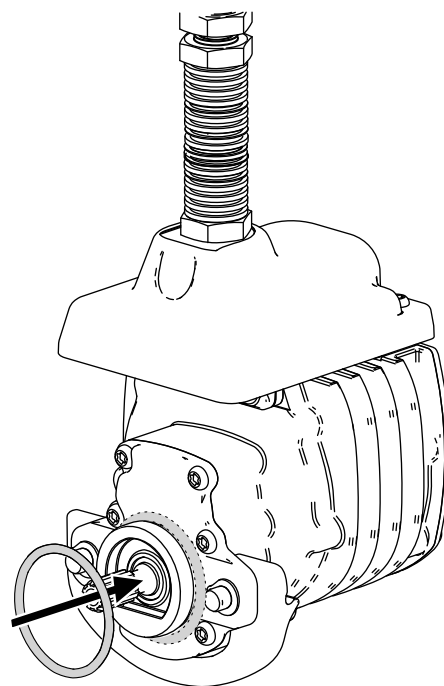

Figura 10
3. Montate un O-ring su ciascun motore dei cilindri, come illustrato nella Figura 10.